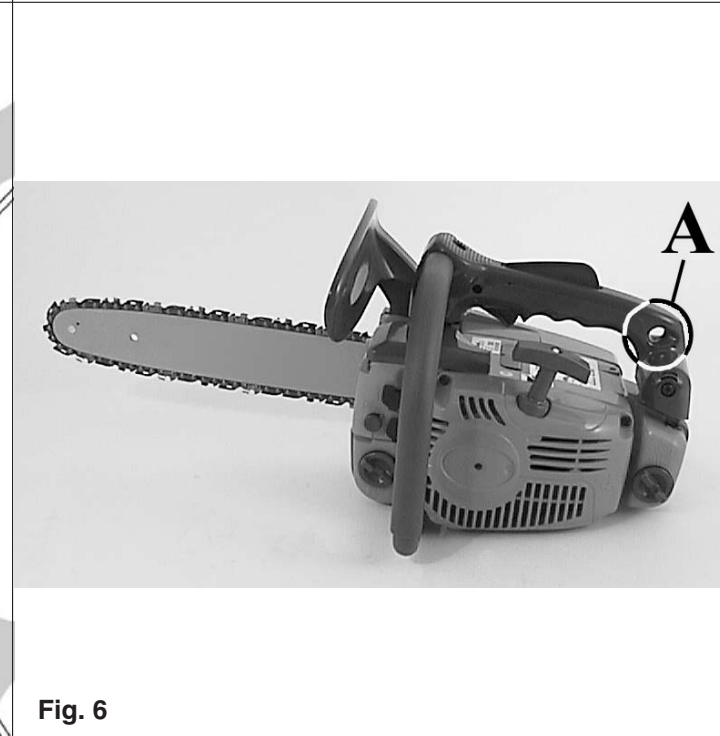

Fig. 6
- fixe o cinto plano ao ponto de engate da parte traseira da moto-serra (A, Fig. 6);